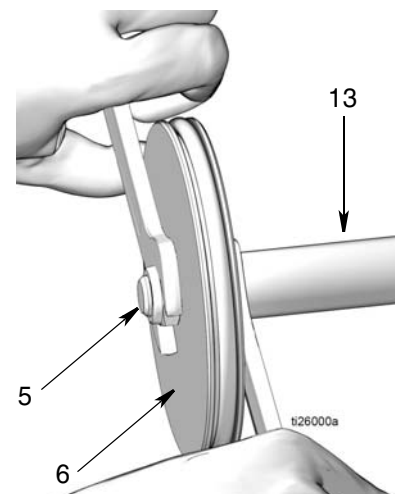

FIG. 19
- a. Tirer la tige de piston (13) et le piston (6) hors du vérin pneumatique (2) (FIG. 19).
- b. Pour séparer la tige de piston (13) et le piston (6), faire tourner deux clés dans le sens opposé l'une de l'autre. Poser une clé à fourche sur les méplats de la tige de piston ; la seconde clé est utilisée pour desserrer l'écrou (5) comme indiqué à la FIG. 19.
**REMARQUE :** La clé à fourche posée sur les méplats de la tige de piston n'est utilisée que pour tenir fermement la tige, **ne pas faire** tourner cette clé. Faire tourner cette clé pourrait rayer ou endommager la surface du piston et entraîner des fuites de liquide pendant le fonctionnement de la pompe. Ne faire tourner que la clé posée sur l'écrou (5) pour le desserrer puis le retirer.